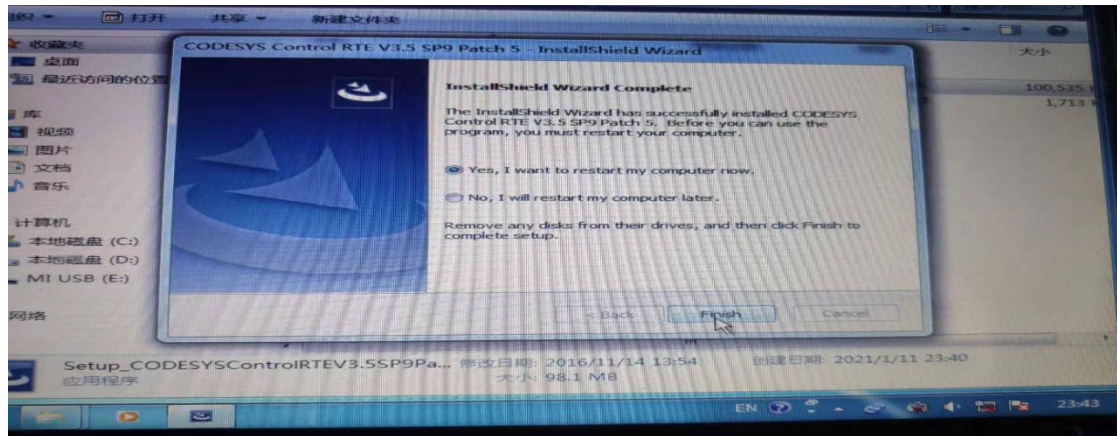
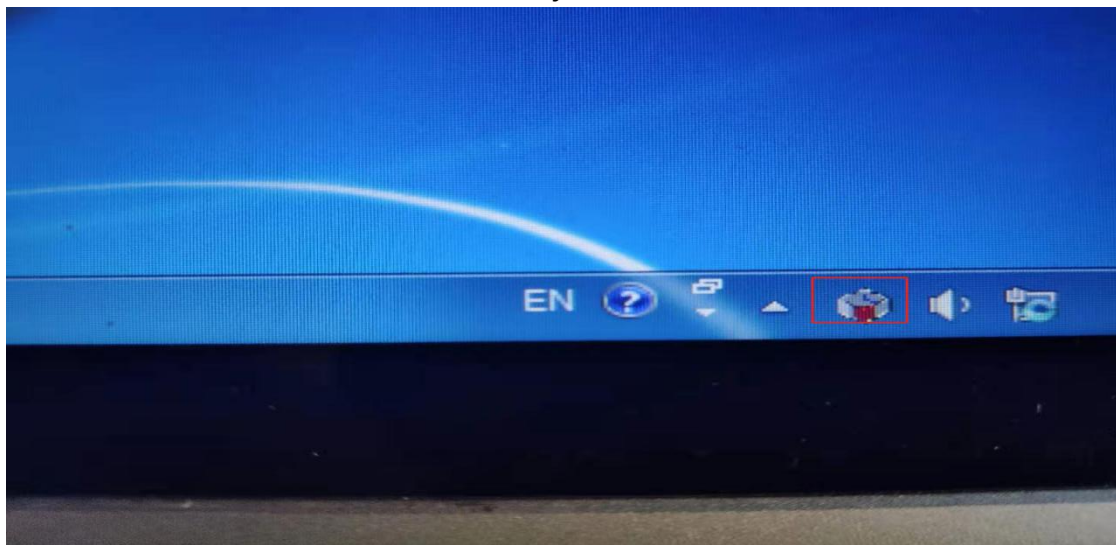

图 2-2-12 CodeSys RTE 安装步骤 12
图 2-2-13 CodeSys RTE 重启之后状态
12、出现图 2-2-12 窗口,选择“Yes, I want to restart my computer now”,点击“Finish”,等待电脑重启,完成重启后 工控机右下角 RTE 图标默认为灰色未启动,如图 2-2-13。